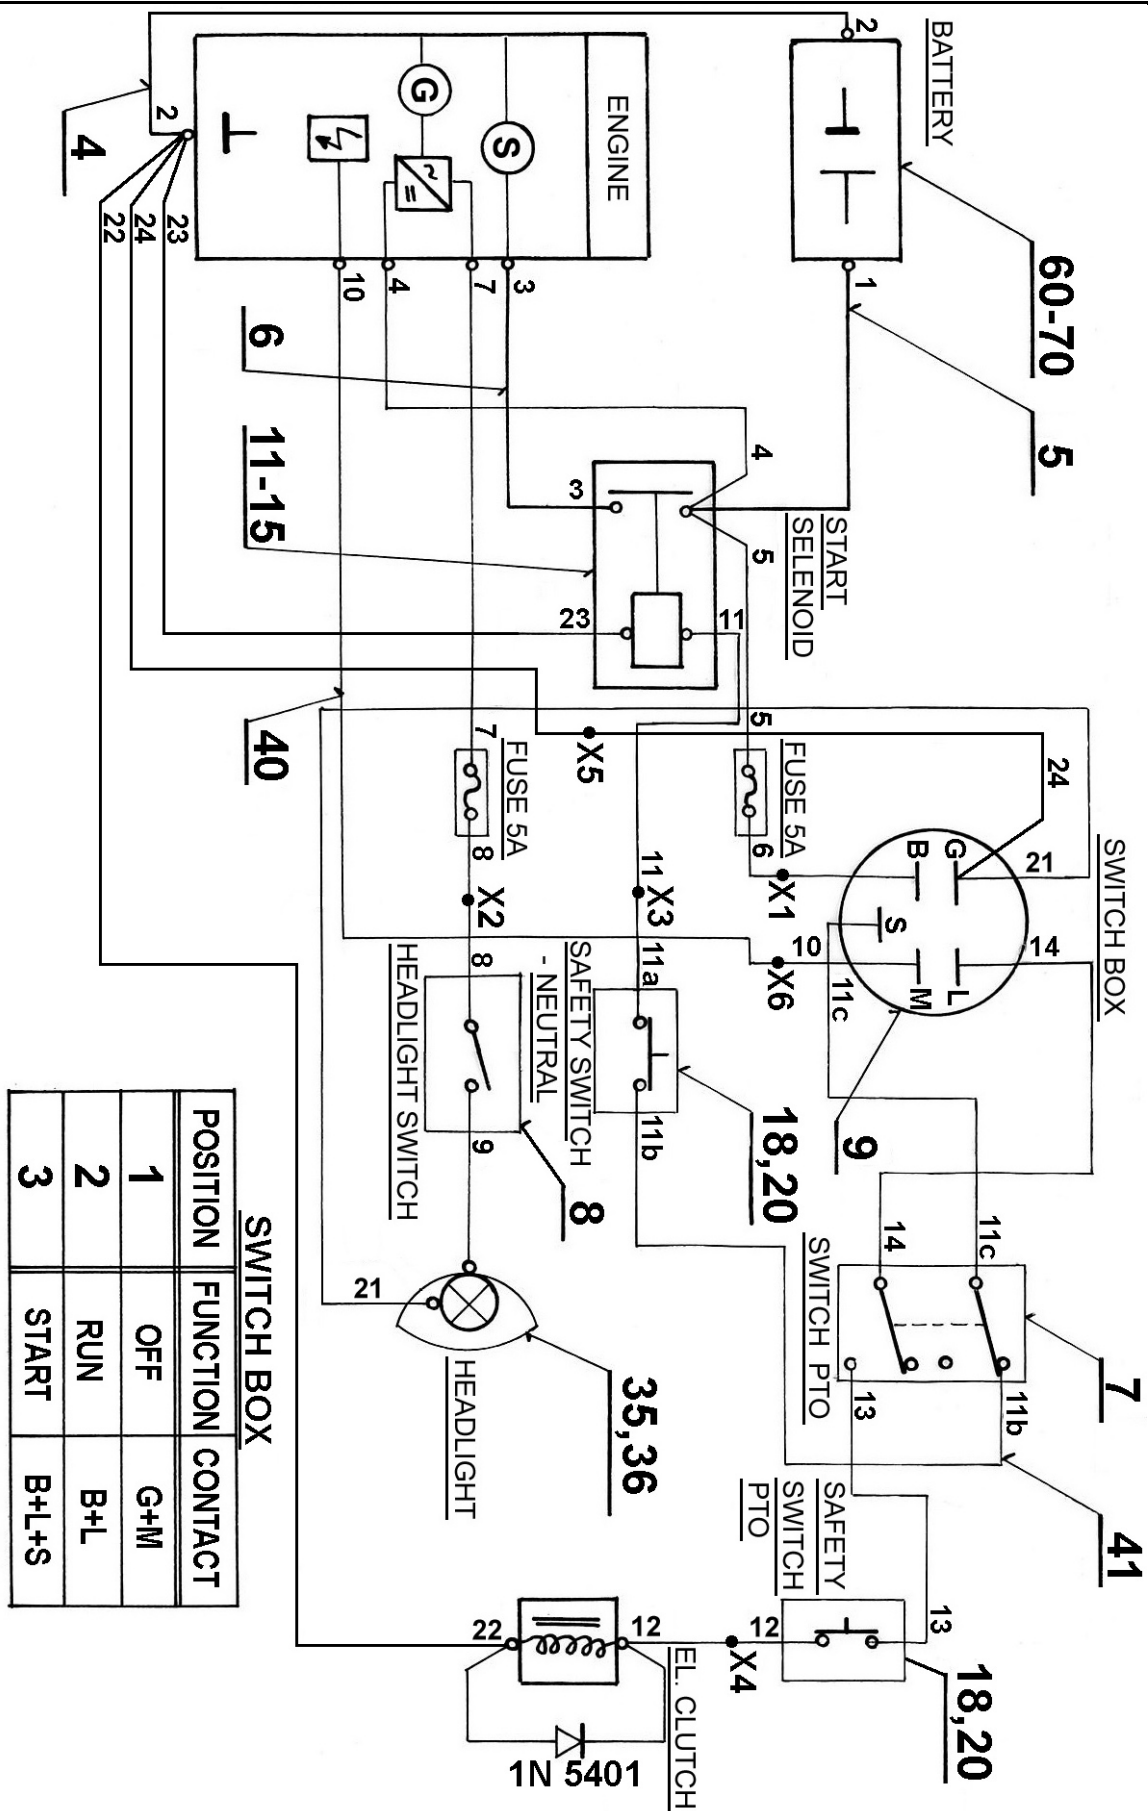

Abb. 10
- 6) Die elektrische Installation (Abb. 10) wird durch zwei Sicherungen 5A geschützt. Zum Wechsel einer der Sicherungen die Abdeckung (Abb. 9) entfernen. Die durchgebrannte Sicherung erst nach Fehlerbehebung in der elektrischen Installation durch eine neue gleichwertige Sicherung 5A ersetzen.
LISTE DER TEILE UND AUSSTATTUNGEN + STROMLAUFPLAN (Abb. 10)